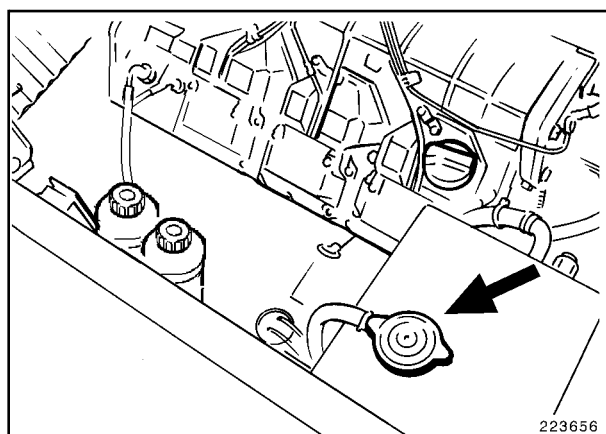

Fig. 4
- Desenroscar cuidadosamente por media vuelta el tapón (Fig. 4) de la tubuladura de relleno, saldrá la sobrepresión del sistema de refrigeración.